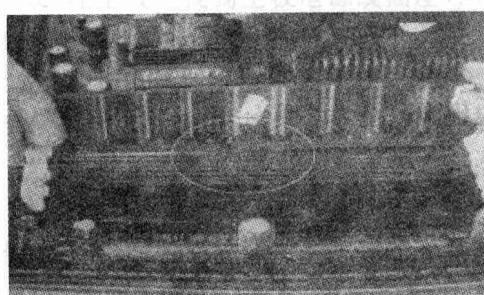

图 2-7
1. 找到主板上的内存插槽,尽量选择远离 CPU(热源)的插槽安装,掰开插槽两端锁扣,如图 2-7 所示。如果是安装双通道模式,注意插槽的选择(具体参照主板说明)。